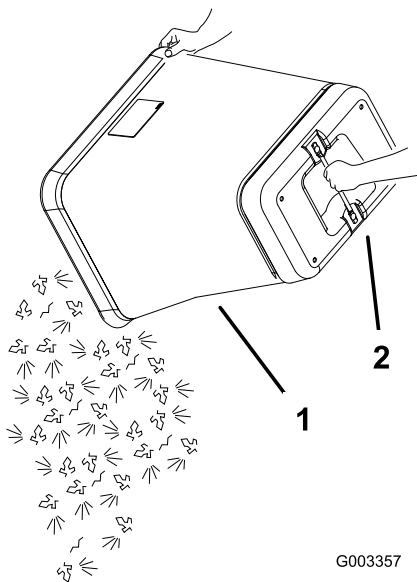

Figura 41
5. Sujete el asa situada en el fondo de la bolsa y vuelque ésta para vaciarla (Figura 41).